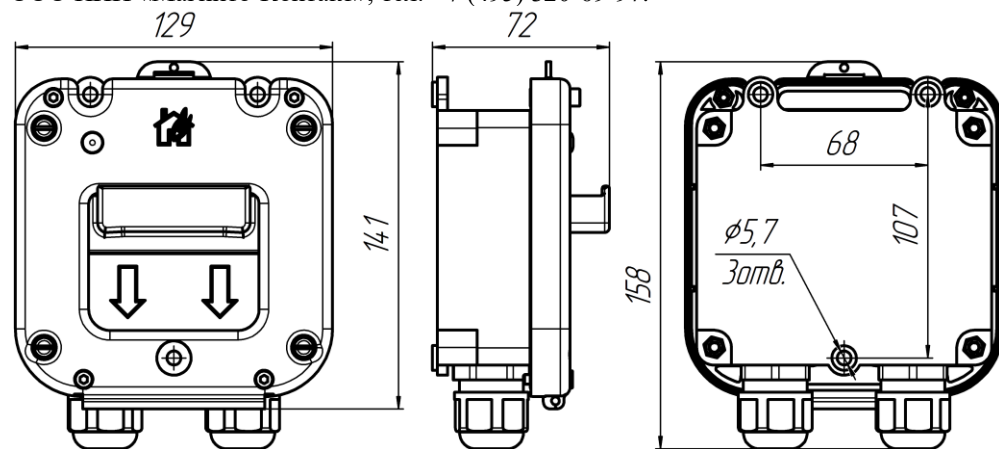

Рис.3. Габаритные размеры извещателя
2.5. Конструктивно извещатель состоит из пластикового корпуса, основание которого с электронным блоком крепятся к стене помещения. Затем лицевая панель с приводным элементом шурупами крепится к основанию. Корпус извещателя, по требованию заказчика, может быть оборудован герметичными пластиковыми кабельными вводами для подведения проводников диаметром от 6 до 14мм или от 11 до 18мм, герметичными вводами МКВ (см. таблицу) из нержавеющей стали марки 12Х18Н10Т, предназначенными для различных вариантов прокладки кабеля количеством 2 шт. Элементы конструкции извещателя показаны на рис.1. Габаритные размеры извещателя показаны на рис.3.